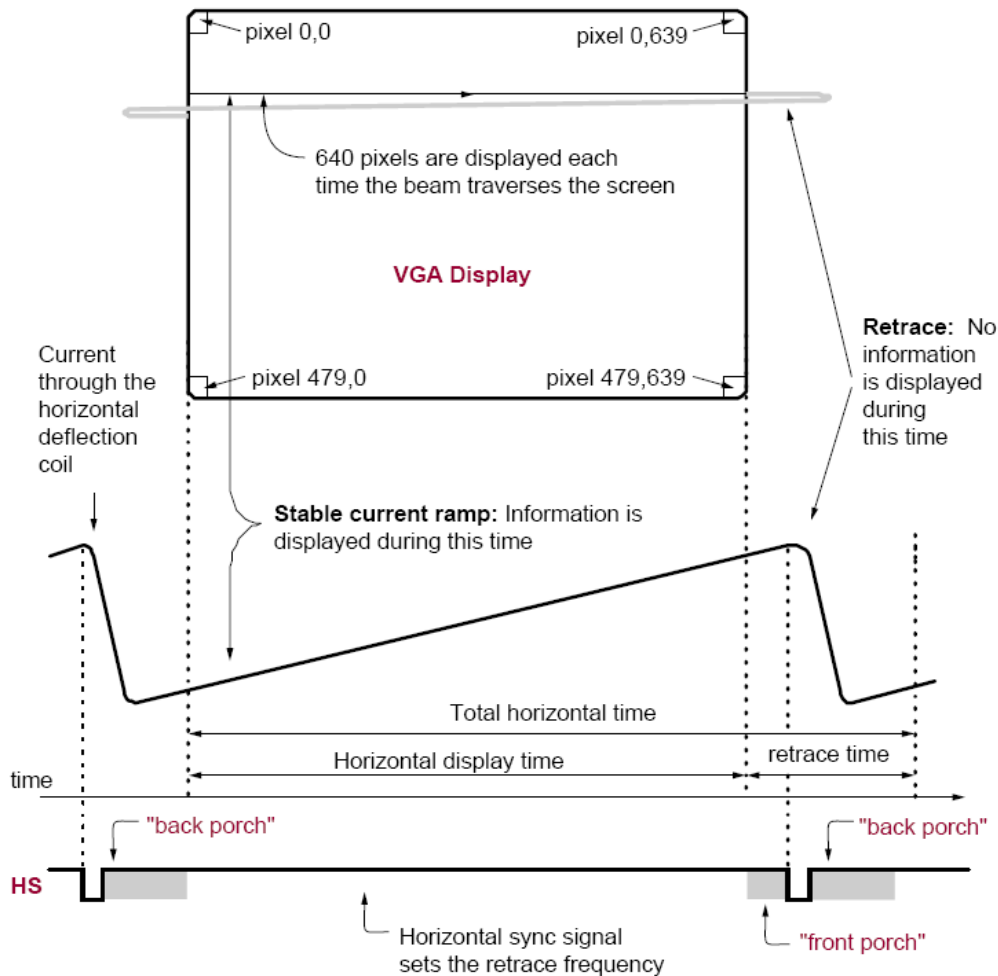

Figura 4. Representación de una imagen en un CRT
Se representarán imágenes en pantalla haciendo que el haz de electrones recorra en una sucesión de líneas (de izquierda a derecha) comenzando por la esquina superior izquierda (figura 4).
En la figura 4, la onda en forma de diente de sierra representa la corriente que pasa por la bobina que crea el campo magnético para la deflexión horizontal. Se puede comprobar, que se representa la imagen (Horizontal display time) cuando el haz de electrones va de izquierda a derecha y está apuntando correctamente a la pantalla, existiendo un tiempo (retrace time) para que el cañón vuelva al comienzo de la siguiente línea. El pulso de sincronismo vertical (HS) marca el instante en que el cañón debe comenzar una nueva línea, pudiendo distinguir un tiempo anterior ("front porch") en que el cañón está apuntando fuera de la pantalla y un tiempo posterior ("back porch") necesario para que el haz se posicione en el inicio de la siguiente línea. Es importante que durante todo el "retrace time" los cañones de electrones estén apagados.